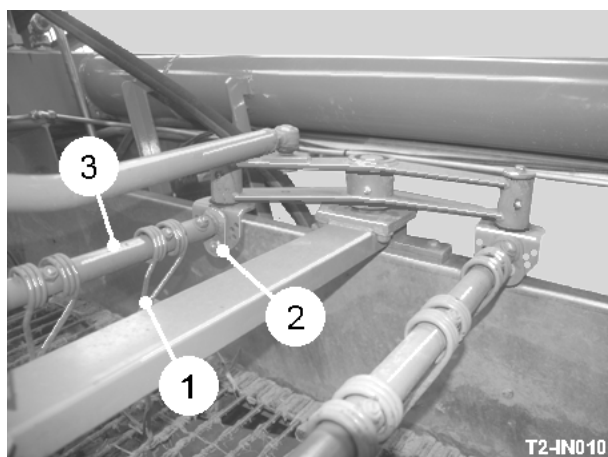

Fig 11
Pour mettre la hauteur des doigts (item 1, fig 11) au-dessus du tissu, enlevez la pince verrouille (item 2, fig 11) et tourne la barre de l'installation (item 3, fig 11) jusqu'à ce que les doigts soient à la hauteur exigée. Ce n'est pas toujours nécessaire à poser complètement les deux lignes de motte doigts, c'est souvent meilleur d'avoir la deuxième ligne inférieur que le premier. Dans sommet vert lourd ou détrit, la motte les doigts peuvent causer matière à balle au-dessus et surcharger le rouleau de l'haulm. Si cela se produit, les doigts devraient être soulevés au chômage.